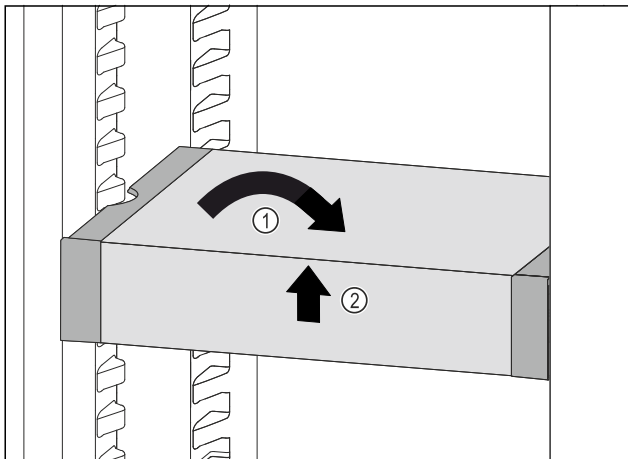

Fig. 130
- ▶ Coloque el VarioSafe en posición recta. Fig. 130 (1)
- ▶ Levante el VarioSafe por delante. Fig. 130 (2)